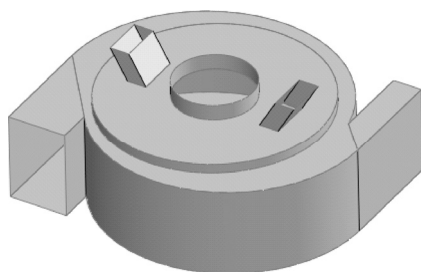

图 4-144 缝合面效果
STEP 13 执行“缝合曲面”操作将所有曲面缝合，效果如图 4-144 所示。